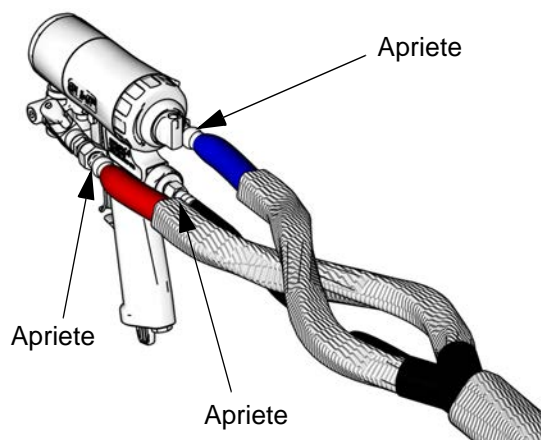
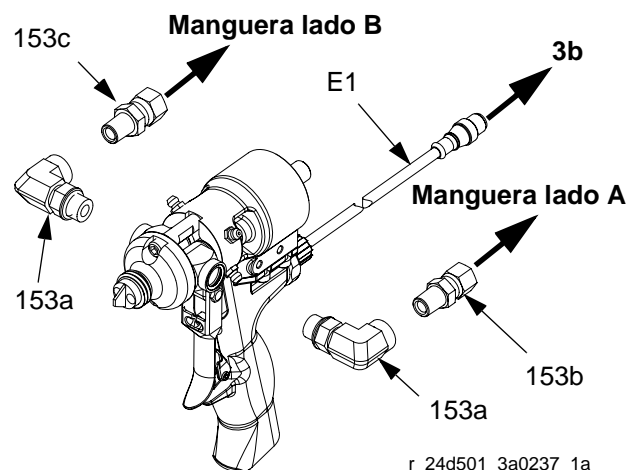

FIG. 1: Pistola Fusión
FIG. 2: Kit de válvula aplicadora MD2 24D501
1. Arme las mangueras de los componentes A y B y conéctelas en los accesorios de la pistola o del colector de la pistola como se muestra en la FIG. 1 y la FIG. 2.
NOTA: Use el kit de conexión para materiales químicos (153) en todas las válvulas MD2. Vea la FIG. 2.